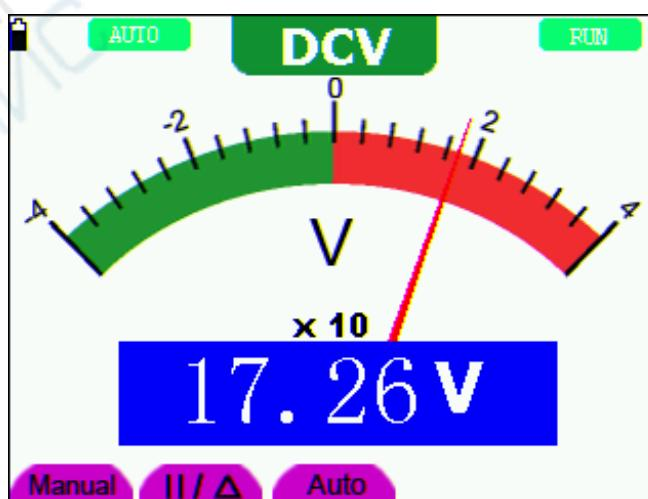

图 23: 直流电压测量界面
3. 将红色和黑色表笔连接到被测点。屏幕将显示被测点的直流电压值。见图 23: